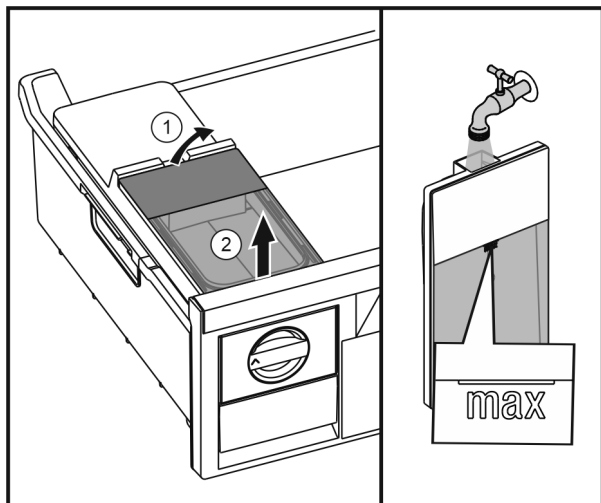

Fig. 45
- ▶ Podnieść zbiornik wody od tyłu Fig. 45 (1) i wyjąć go do góry Fig. 45 (2).